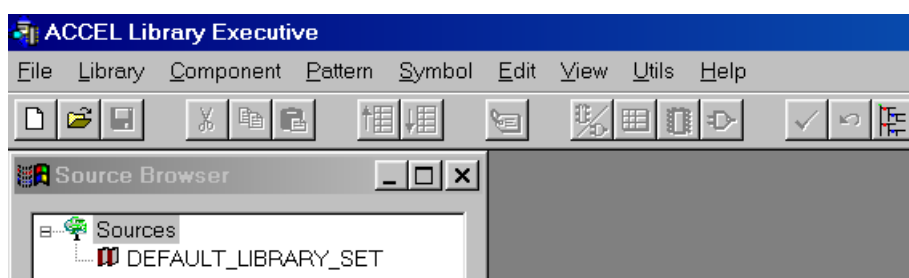

Рис. 8-2. Рабочий экран *Library Executive*
2) Появится заставка пакета, а затем рабочий экран **Library Executive** (см. рис. 8-2).